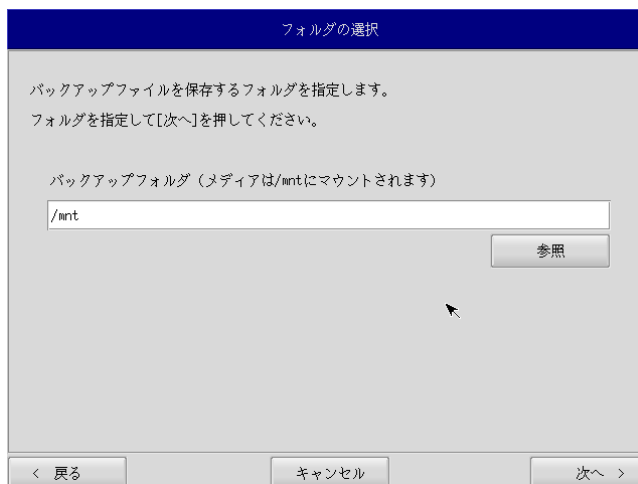

図 5-3-3. フォルダ選択画面
- ⑤ フォルダ選択画面（図 5-3-3）が表示されます。[参照] ボタンを押します。
- ⑦ フォルダ選択画面（図 5-3-3）で指定したバックアップフォルダが入力されていることを確認します。